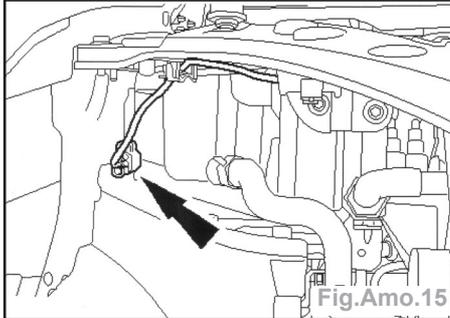

Fig.Amo.15
- Débrancher le connecteur du capteur d'impact (flèche) (Fig.Amo.15).